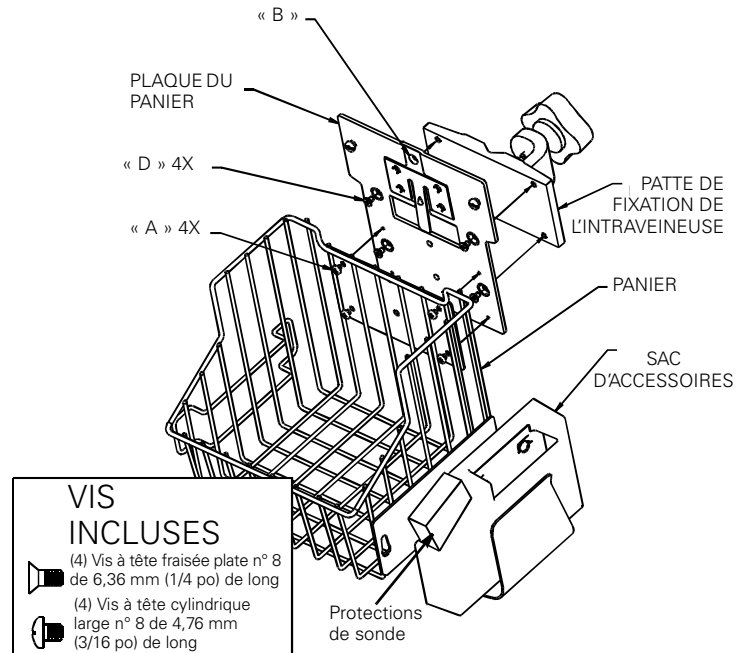

FIGURE 2
(Consulter la Figure 2 pour comprendre les instructions suivantes)
2. Monter le PANIER à la plaque dU PANIER en insérant les quatre (4) vis cruciformes n° 8 de 4,76 mm (3/16 po) de long à travers les quatre trous du panier désignés par la lettre « A » et dans les quatre trous filetés de la PLAQUE DU PANIER. Bien serrer les vis.
3. Pour le modèle n° 5200-62 seulement, attacher le SAC D'ACCESSOIRES en l'orientant comme montré dans la Figure 2 et en l'introduisant dans la plaque latérale du PANIER et en le poussant vers le haut. Ceci verrouillera le SAC D'ACCESSOIRES sur le PANIER.
1. Fixer la PLAQUE DU PANIER à la PATTE DE FIXATION DE L'INTRAVEINEUSE en insérant quatre (4) vis cruciformes n° 8 à tête fraisée plate, de 6,36 mm (1/4 po) de long à travers les orifices coniques désignés par « D », dans les quatre trous filetés de la patte de fixation. Bien serrer les vis.
2. Monter le PANIER à la PLAQUE DU PANIER en insérant les quatre (4) vis cruciformes n° 8 de 4,76 mm (3/16 po) de long, à travers les quatre trous du panier désignés par la lettre « A », et dans les quatre trous filetés de la PLAQUE DU PANIER. Bien serrer les vis.
3. Pour le modèle n° 5200-64 seulement, attacher le SAC D'ACCESSOIRES en l'orientant comme montré dans la Figure 2 et en l'introduisant dans la plaque latérale du PANIER et en le poussant vers le haut. Ceci verrouillera le SAC D'ACCESSOIRES sur le PANIER.